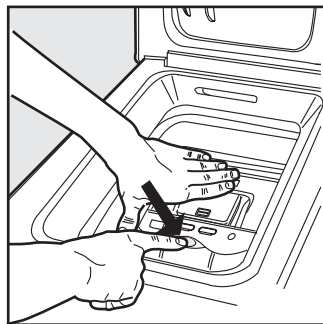

Fig. 2
B) **Ouvrez ensuite les Portes du tambour à l'aide de vos deux mains comme indiqué sur la Fig. 2):**
- appuyez sur la touche indiquée par la flèche sur la Fig. 2) et tout en appuyant légèrement vers le bas posez une main pour éviter que les portes ne vous fassent mal aux doigts en s'ouvrant soudainement;